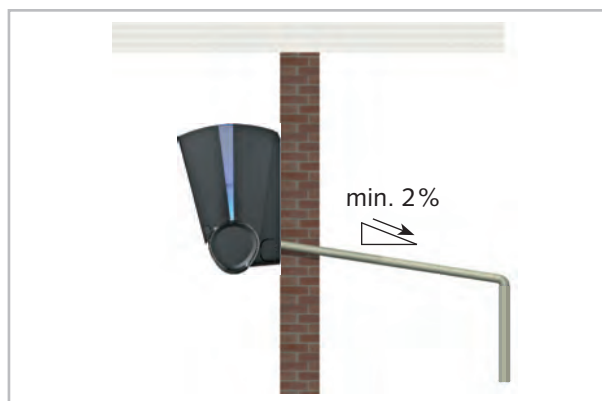

Abb. 23: Kondensatanschluss
- Die bauseitige Kondensatleitung ist mit einem Gefälle von min. 2 % zu verlegen (Abb. 23). Gegebenenfalls sehen Sie eine dampfdiffusionsdichte Isolation vor.